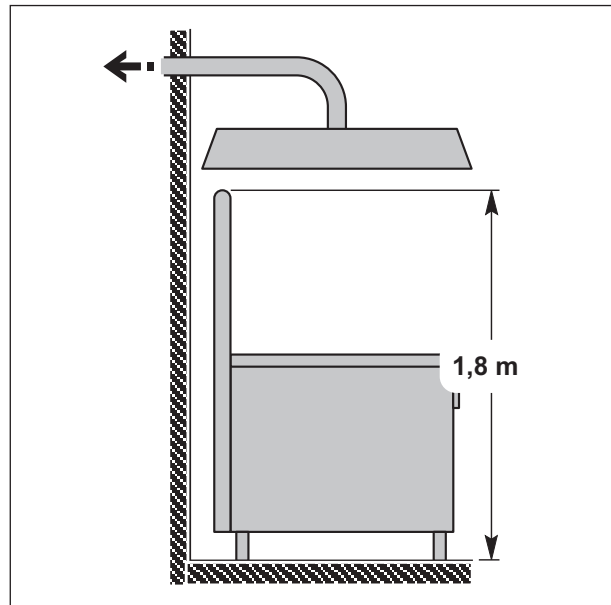

Fig. 20 Évacuation des fumées à travers la hotte aspirante
- La partie terminale du conduit d'évacuation de l'appareil doit se trouver à environ **1,8 m** de la surface d'appui de l'appareil et le débouché du conduit d'évacuation des produits de combustion doit être situé dans le périmètre de base de la hotte (voir *Fig. 20 Évacuation des fumées à travers la hotte aspirante*).